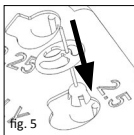

fig. 5
■ **fig. 5** TTP® VARIAC-protesen føres inn i den hertil tiltenkte fordypningen i sizer disken i samsvar med den lengden som er beregnet på forhånd (se ovenfor: Bruk av sizer disk). Slissene i protesens klokke innrettes slik at klokken kan gli ned langs føringskantene. Denne prosedyren bør utføres ved hjelp av den titaniumpissetten (REF 8000 136) som kan leveres som ekstrautstyr.